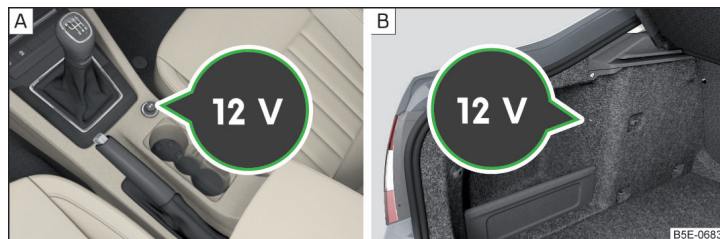

Fig. 116 Cubierta del enchufe de 12 voltios: en la consola central delantera / en el maletero
- Para el uso, retirar la tapa del enchufe » fig. 116 - [A] o abrir la tapa del enchufe » fig. 116 - [B].